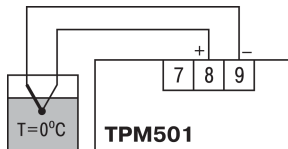

Рисунок 8.7 – Схема подключения
1. Выключить питание прибора. Отключить от входа сигнал потенциометра и подсоединить вместо него концы отградуированной термопары соответствующего типа. Поместить рабочий спай ТП в сосуд со смесью воды и льда (температура $0\text{ }^{\circ}\text{C}$), см. рисунок 8.7.